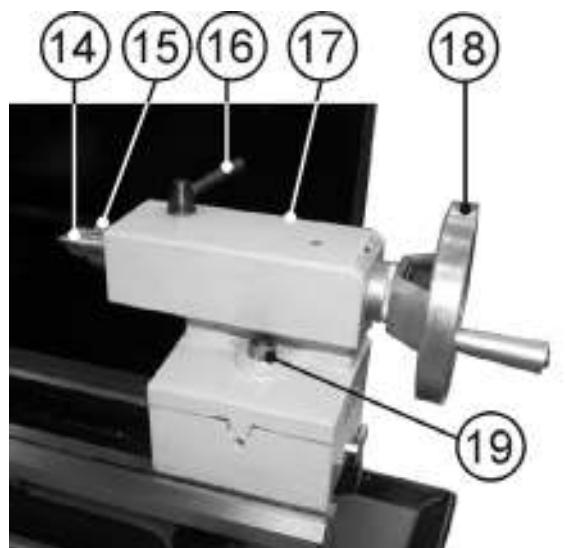

Рис.10
10.1.6. Используя рожковый ключ (И), Рис.1, поворотом против часовой стрелки ослабьте фиксацию гайки (19), фиксирующей положение задней бабки (17), расположенной в основании задней бабки (17). Переместите заднюю бабку (17) до упора центра задней бабки (14) в заготовку. Закрепите заднюю бабку (17) в этой позиции поворотом по часовой стрелке гайки (19), фиксирующей положение задней бабки (17). Поверните ручку фиксации положения пиноли (16) против часовой стрелки. Маховиком перемещения пиноли (18) по часовой стрелке необходимо поджать центр (14). Поворотом ручки фиксации положения пиноли (16) по часовой стрелке зафиксируйте установленное положение пиноли (15), Рис. 10.